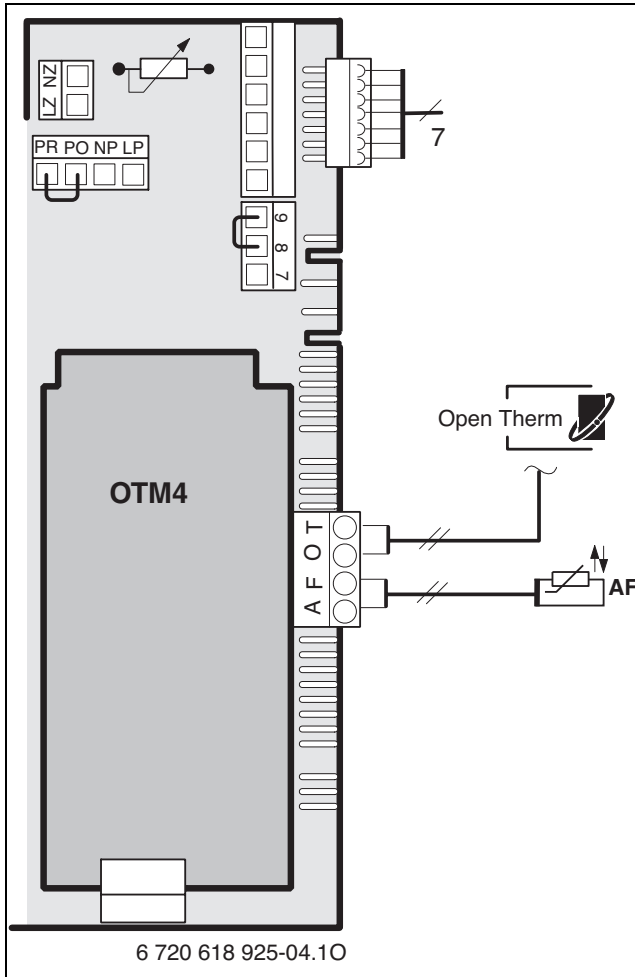

Fig. 55 Aansluiting OpenTherm-regelaar
- ▶ Sluit de OT-regelaar aan conform afbeelding 55.